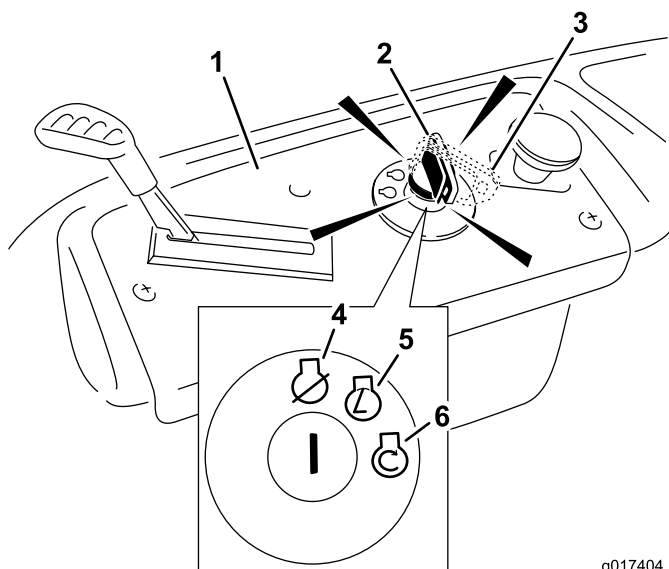

Figura 13
4. Girate la chiave di accensione in posizione Start per attivare il motorino di avviamento; Rilasciatela quando il motore si accende (Figura 13).
2. Portate la leva dell'acceleratore in posizione Fast (Figura 13).